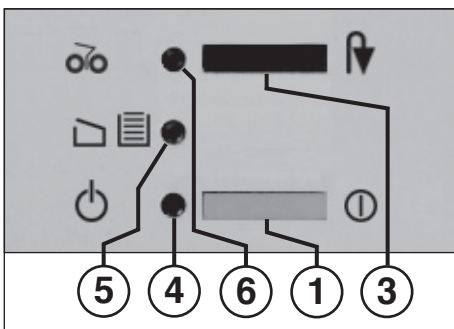

Fig. 1
- 1 = Pulsador (fig. 1)**
- 3 = Pulsador (fig. 1)**
- 4 = Indicación de control (fig. 1)**
- 5 = Indicación de control (fig. 1)**
- 6 = Indicación de control (fig. 1)**
- Conectar la máquina mediante el pulsador (1) (fig. 1). Se ilumina la indicación de control (4) (fig. 1).
La máquina se desconecta en cuanto la bolsa recogedora esté llena. La indicación de control „Recipiente lleno“ / „Puerta abierta (5) (fig. 1) **parpadea**. Para mostrar el mecanismo de corte parado se ilumina al mismo tiempo la indicación de control „Atasco de papel“ / „Parada“ (6).
- Introduzca el marco deslizante junto con la bolsa recogedora y cierre la puerta. El indicador de control (5) (Fig. 1) se apaga.
- Accionar por un instante el pulsador „Retroseso“ / „Parada“ (3). El mecanismo de corte tritura el resto que se ha quedado en la apertura de alimentación y, a continuación, se desconecta. La indicación de control (6) se apaga. A continuación se puede seguir con la trituración.